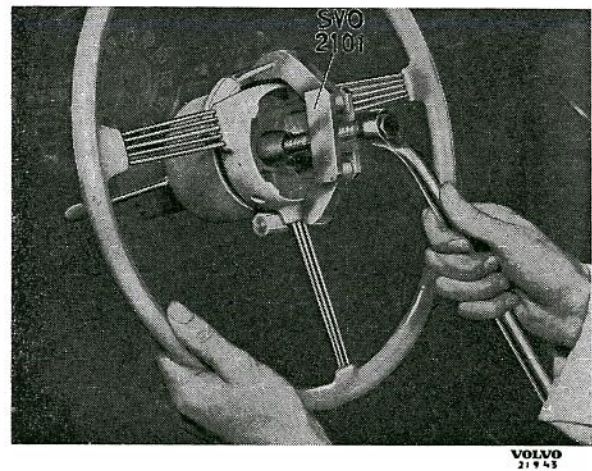

Bild 26. Demontering av ratt
3. Drag av ratten, se bild 26. Observera att omkopplaren för körvisaren därvid måste stå i neutralläge. I annat fall skadas de inre delarna. Använd avdragare SVO 2101.